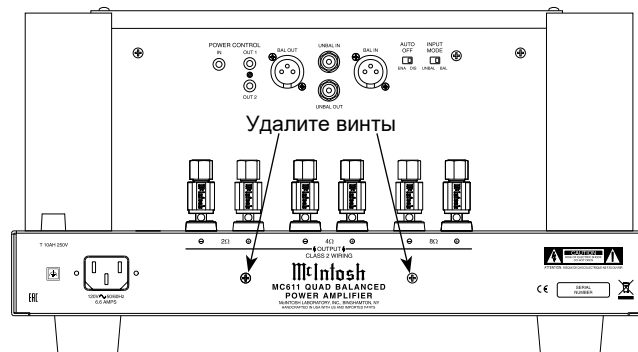

Рисунок 1
3. С помощью отвертки удалите 2 винта с задней панели MC611, и временно отложите их в надежное место. Смотрите рисунок 1.